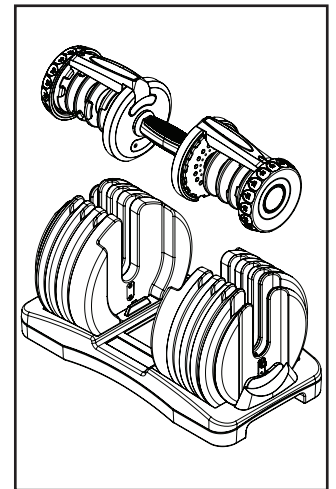

Abbildung 2
5. Wenn beide Einstellknöpfe auf 10 eingestellt sind, ziehen Sie den Griff gerade nach oben aus der Hantel. Dadurch wird nur der Griff aus der Basis entfernt, während alle Gewichtsscheiben in der Basis verbleiben (Abb. 2). Der Griff ohne Gewichtsscheiben hat ein Ausgangsgewicht von 10 lbs (4,5 kg).